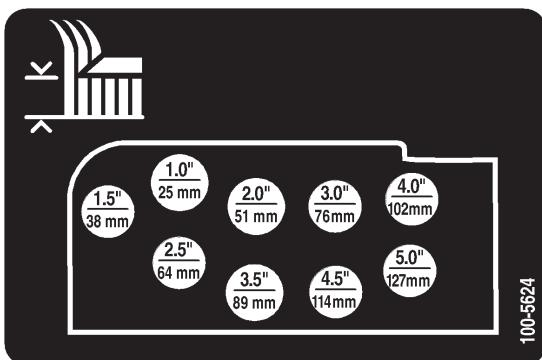

Figure 13
- Montez les chaînes de hauteur de coupe dans le trou correspondant à la hauteur de coupe voulue (Fig. 13) à l'aide de l'axe de chape et de la goupille fendue.